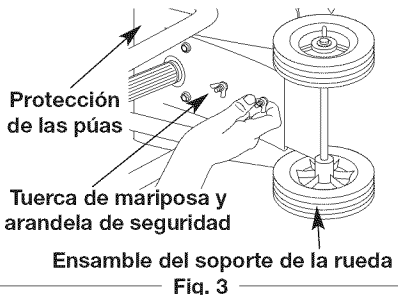

Fig. 3
- Con la unidad sobre su lado, coloque el ensamble de soporte de la rueda en el lado inferior de la protección de las púas (Fig. 3).
- Instale una arandela de seguridad y una tuerca de mariposa en cada uno de los pernos de la parte superior de la protección de las púas (Fig. 3).